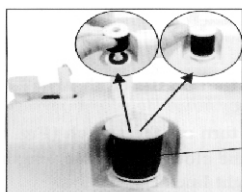

Fig. 11
1. Coloca un carrete de hilo en el pasador de carretes. (Fig.11).